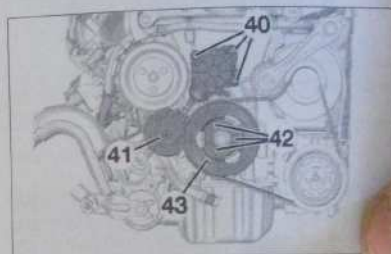

Fig. 20
- les fixations (40) de la roue de friction (Fig.20),
- la roue de friction (41),
- les vis de fixation (42) de la poulie d'entraînement des accessoires,
- la poulie d'entraînement des accessoires (43).